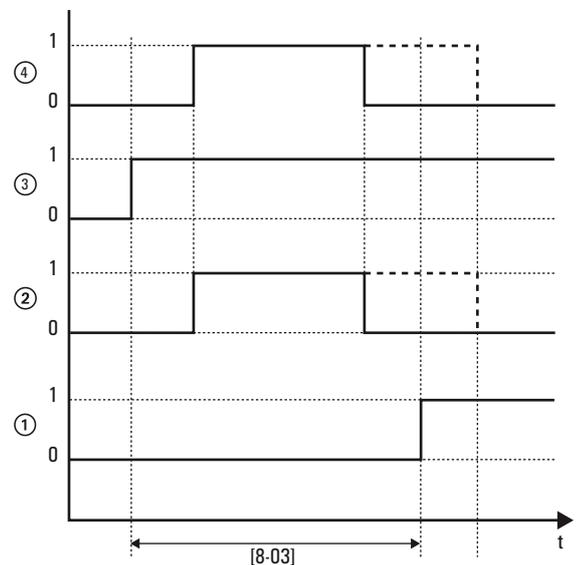

Figura 4-8 Programmazione oraria del parametro [8-03]
- [8-03] Ritardo booster-heater (BOH): determina il ritardo nella messa in funzione del booster-heater (BOH) dopo l'avvio della modalità di riscaldamento dell'acqua calda mediante la pompa di calore (vedere figura 4-8).